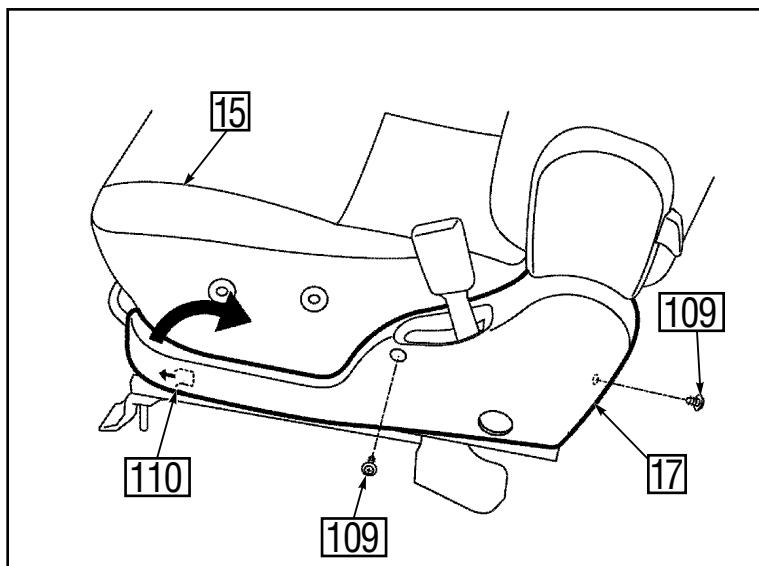

Abb. 13 - Fig. 13
- a) Die Zusatzhalterung ⑨ (L) zusammen mit der seitliche Halterung ⑧ (L) und das Distanzstück ⑪ an der linken Seite des Beifahrersitzes ⑯ anbringen.
⑫: Bolzen (M6x12) (2x)
⑬: Bolzen (M6x25) (1x)
- b) Die seitliche Abdeckung ⑯ (L) wieder an der linken Seite des Beifahrersitzes ⑯ anbringen. (Siehe Abbildung 13)
- a) Fit the sub bracket ⑨ (L) together with the side bracket ⑧ (L) and the spacer ⑪ onto the passenger's seat ⑯ left hand.
⑫: Bolt (M6x12) (2x)
⑬: Bolt (M6x25) (1x)
- b) Replace the side cover ⑯ (L) onto the passenger's seat ⑯ left hand. (See figure 13)
- a) Fixez l'ensemble du support inférieur ⑨ (G), le support latéral ⑧ (G) et l'entretoise ⑪ du côté gauche du siège du passager ⑯.
⑫: Boulon (M6x12) (2x)
⑬: Boulon (M6x25) (1x)
- b) Replacez la garniture latérale ⑯ (G) du côté gauche du siège du passager ⑯. (Voir la figure 13)
- Die Wechslereinheit (5) mit Muttern (14) an der Halterung (8+9) unter dem Beifahrersitz (15) anbringen.
⑯: Mutter (M6) (3x)
- Klebeband (1) am Rahmen (20) anbringen, wie in der Abbildung gezeigt.
- Den Rahmen (20) verschieben, bevor die C-Mutter an der Halterung (8+9) angebracht wird.
⑯: Nut (M6) (1x)
- Die Verstärkungsstange (19) auf den Beifahrersitz (15) schieben.